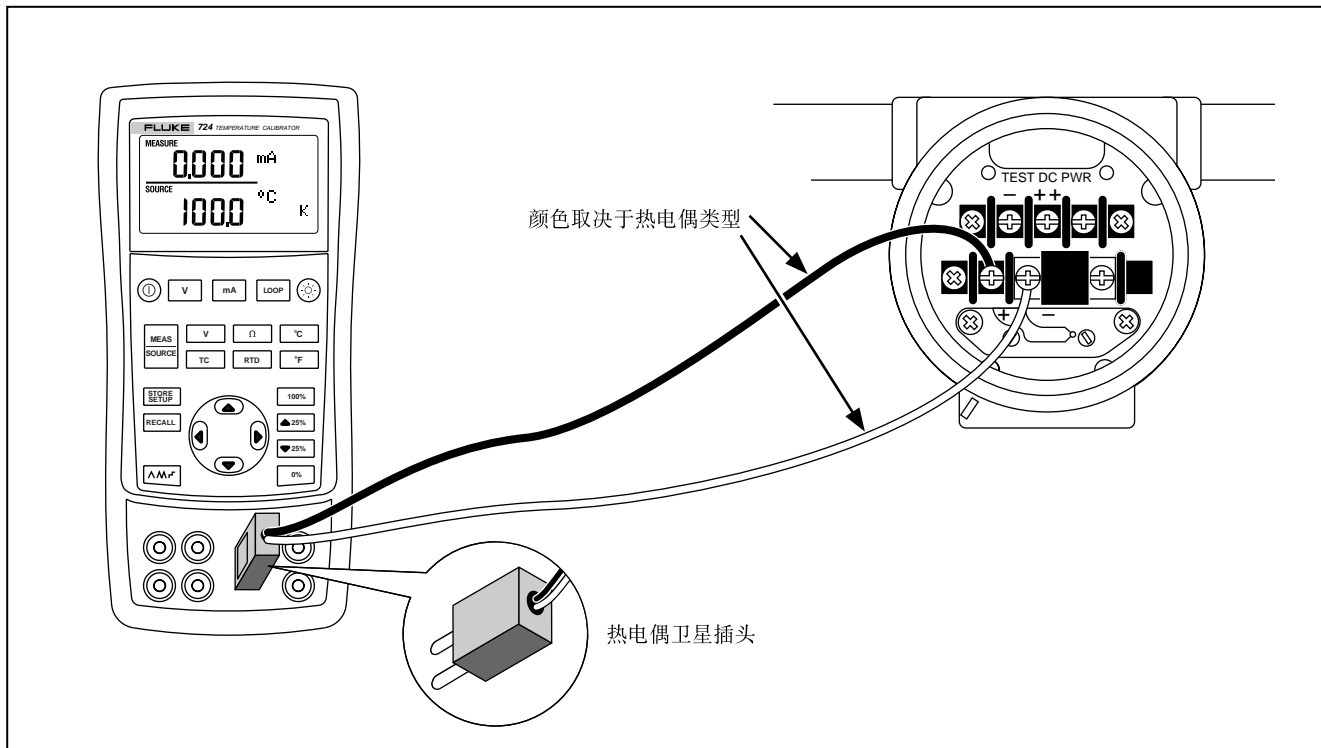

图 13. 模拟热电偶的连接图
1. 如图 13 所示，把热电偶线接到适当的热电偶小插头上，然后把小插头插到校准仪的TC输入/输出插孔上。